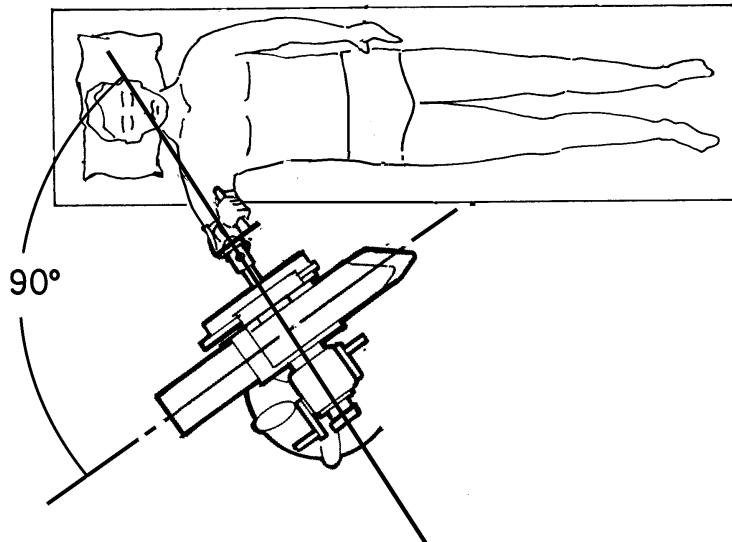

Fig. 21
- Avvicinare la macchina al paziente muovendo l'apparecchio sulle proprie ruote e regolare l'altezza tramite la manovella (2), ricordarsi facendo questa operazione di sbloccare e ribloccare il sollevamento con il pomello (31). L'apparecchio deve essere posizionato rispetto al paziente, a seconda del campo di lavoro scelto. Infatti, se si sceglie il primo campo di lavoro, che ha una rotazione interna massima di 30°, il paziente potrà avere il braccio aderente al corpo (vedi A fig.21); se invece si sceglie uno degli altri due campi di lavoro, si dovrà posizionare l'apparecchio in modo che il braccio del paziente sia abdotto, questo per consentire un movimento di rotazione interna maggiore (vedi B fig.21). E' comunque fondamentale che l'apparecchio sia posizionato in modo da formare un angolo di 90° con il braccio del paziente ( fig.21)